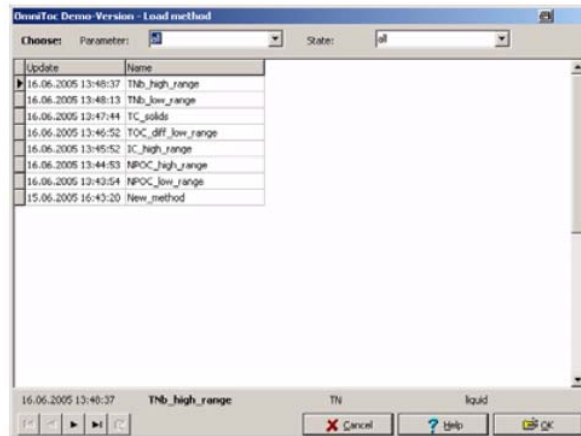

图36 载入一个方法
2. 在**Load Method** (载入方法) (图36) 数据库窗口, 在一行中为**Parameter Procedure** (参数过程) 和/或**Sample State** (样品状态) 设置一个过滤器, 则符合过滤器的方法将显示在表中。